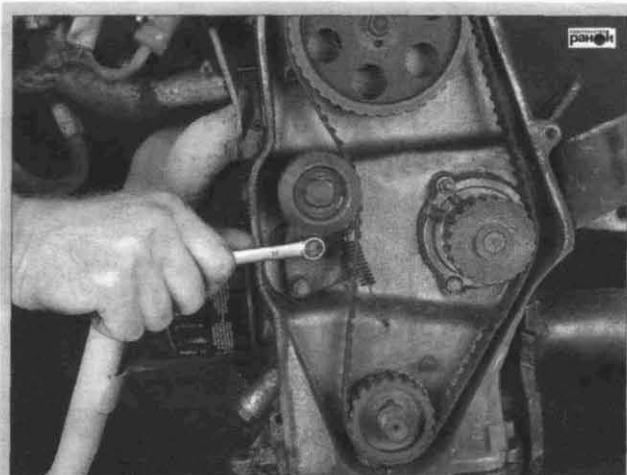

Рис. 1.39. Натяжение ремня ГРМ (для удобства, показано со снятым шкивом привода генератора)
- ослабить болты (рис. 1.39) крепления кронштейна натяжного ролика;